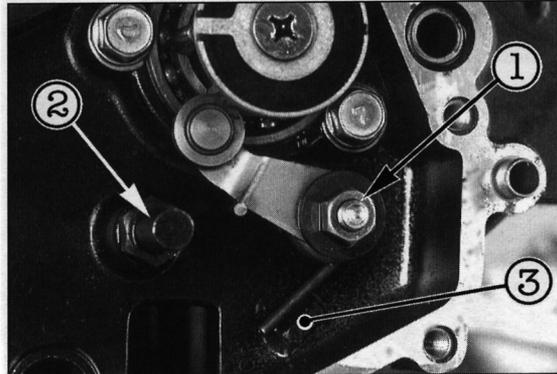
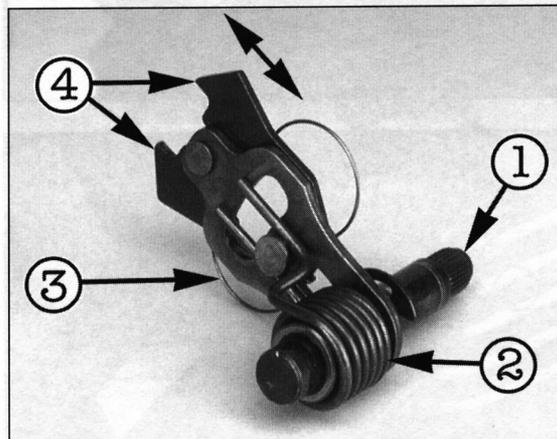

Bild 171
Bild 172
- Befestigungsmutter ① Bild 171 ausdrehen.
-  Schenkel- und Schaltarmfeder (Bild 172) der Schaltwelle sowie Feder des Arretierhebels (Bild 171) auf Anzeichen von Ermüdung oder Beschädigung untersuchen.
-  Schaltklinken ④ Bild 172 auf Anlaufstel-
-  Federanschlag ② Bild 171 auf festen Sitz prüfen. Lockeren Stift ausdrehen, flüssige Schraubensicherung auf Gewinde auftragen und wieder fest eindrehen (20 Nm).
- Schaltwalzenanschlag mit Unterlegscheibe und Feder montieren. Dabei Feder an Gehäusezapfen ausrichten (Bild 171).
- Flüssige Schraubensicherung auf Gewinde auftragen und Federanschlag ② Bild 171 eindrehen (20 Nm).
- Schaltwelle mit vorgespannter Schenkelfeder (Bild 172) in Gehäusedeckel einsetzen.